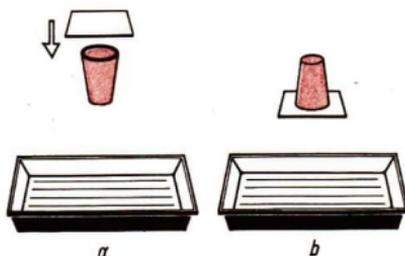

Bild 111/1
- Fülle ein Zahnputzglas vollkommen mit Wasser! Lege darauf eine Postkarte oder ein anderes Stück dünnen Karton! Drehe jetzt beides herum (bleibe vorsichtshalber über einer Schüssel)! Warum fällt der Karton nicht ab (Bild 111/1)?